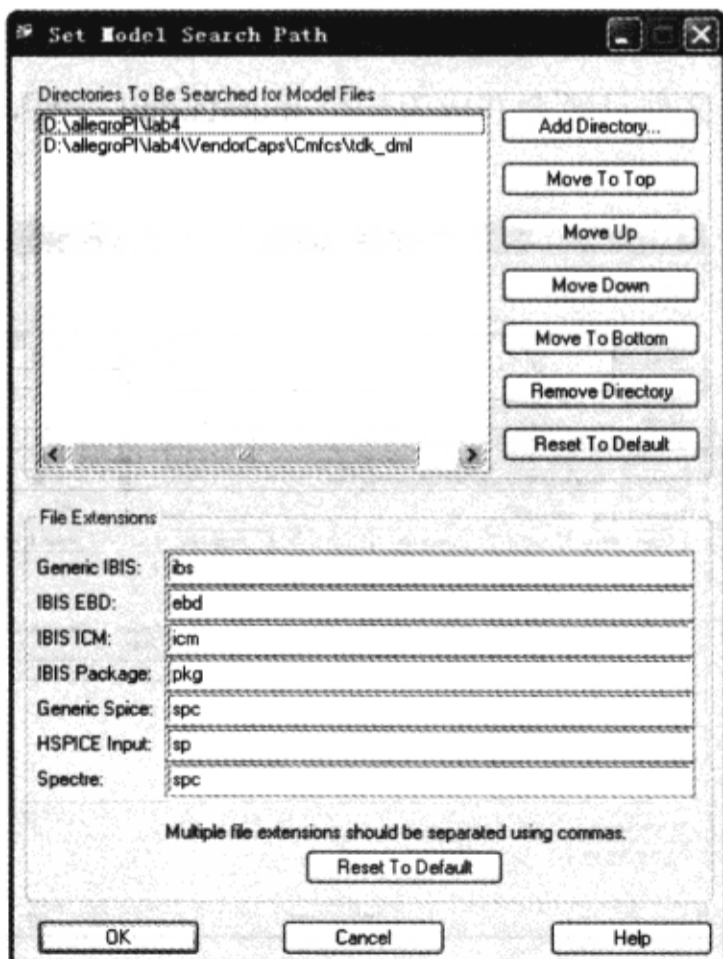

图 10-6-57 “Set Model Search Path”对话框
(1) 在“SI Model Browser”对话框中单击“Set Search Path”按钮，弹出“Set Model Search Path”对话框，如图 10-6-57 所示。